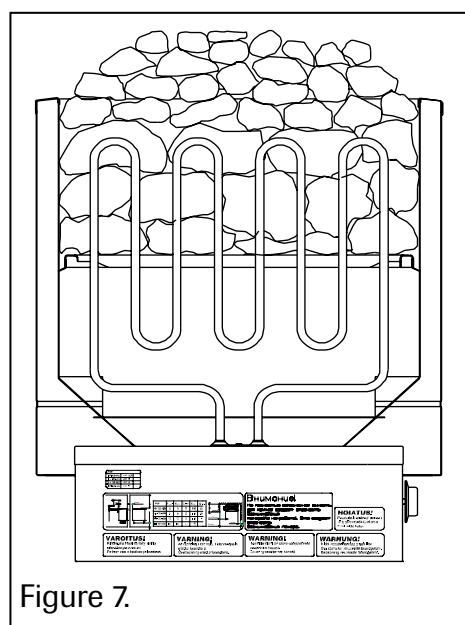

Figure 7.
- Les pierres doivent couvrir complètement le chauffage Résistances (Figure 7).